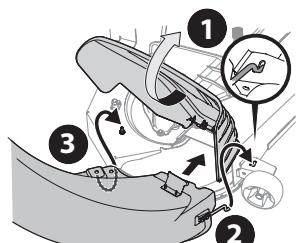

Figura 22
3. Inserte el extremo del codo del bota (2) en el orificio suministrado en el montaje de rueda de la plataforma tal como se muestra en el inserto de Figura 22.
4. Gire la bota hacia atrás hasta que el orificio del codo del bota se alinee con el pasador de la plataforma. Mueva la bota hacia abajo hacia ese pasador como se muestra en (3) de la Figura 22.